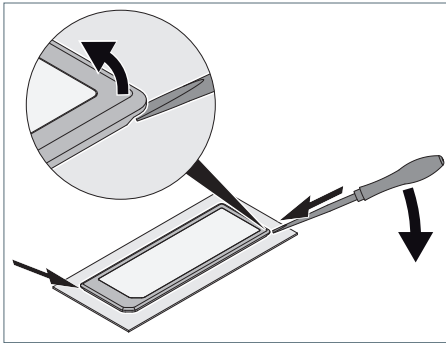

Fig. 6: Leuchte heraushebeln.
- Führen Sie einen Schraubendreher in die stirnseitigen Nuten und hebeln Sie die Leuchte heraus, siehe Fig. 6.